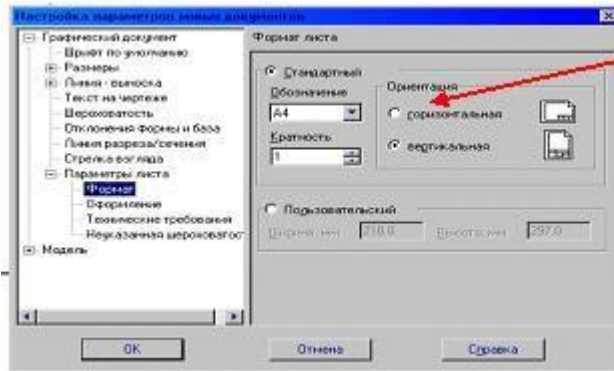

Рис. 3.
4. В окне диалога «Настройка параметров новых документов» выберите **Параметр листа** □ **Формат** и установите параметры в «Формате листа» (рис. 3):